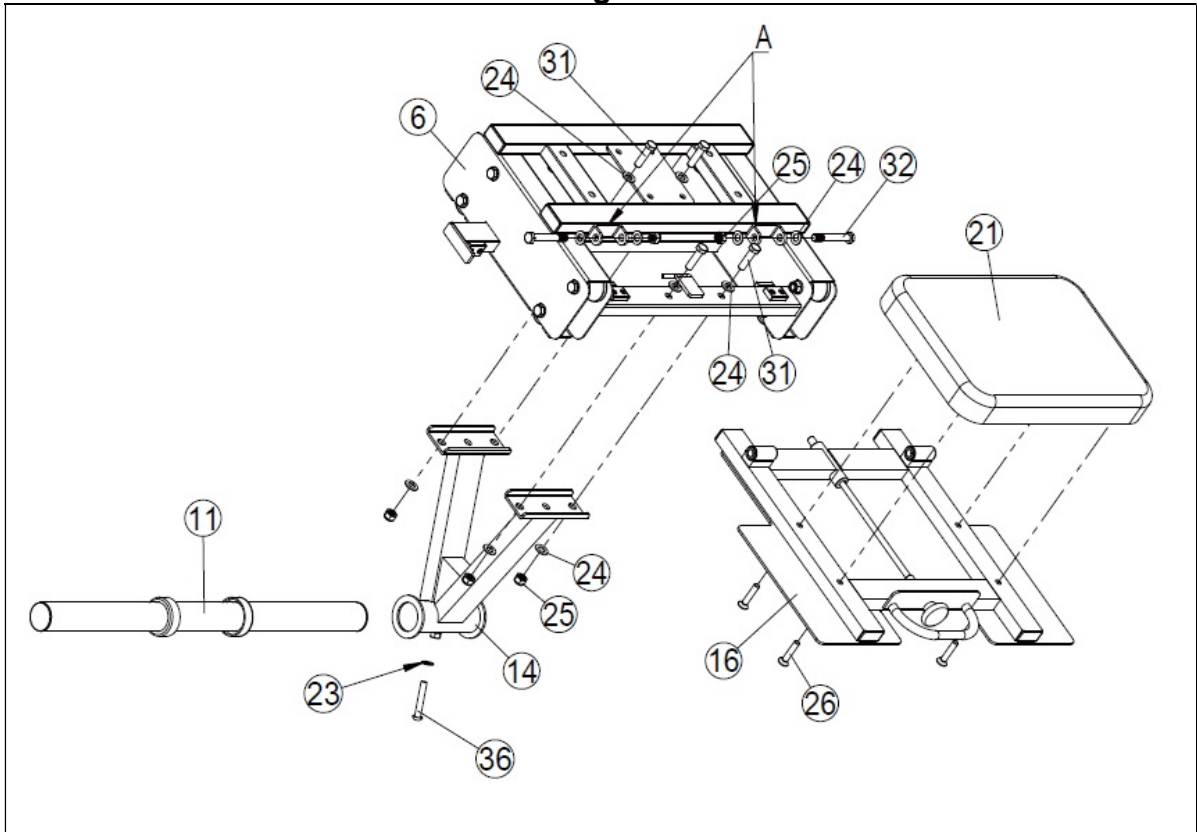

Fig.4
4.- Posicione la estructura de apoyo hombros izquierda (4) en el carro (6) usando los tornillos (31), las arandelas (24) y las tuercas (25), Fig.4.
Monte la estructura de apoyo hombros derecha (5) de la misma manera que la estructura izquierda (4), Fig.4.
Coloque los apoyahombros (19) en las estructuras izquierda (4) y derecha (5) usando los tornillos (28) y las arandelas (23), Fig.4.
Coloque el apoyacabeza (20) en el carro (6) usando los tornillos (27) y las arandelas (23), Fig.4.
- 4.- Attach the left shoulder pad frame (4) to the sliding frame (6) using the screws (31), the washers (24) and the nuts (25), Fig.4.
Assemble the right shoulder pad frame (5) in the same way as the left frame (4), Fig.4.
Attach the shoulder pads (19) to the left (4) and right (5) frames using the screws (28) and the washers (23), Fig.4.
Attach the head pad (20) to the sliding frame (6) using the screws (27) and the washers (23), Fig.4.